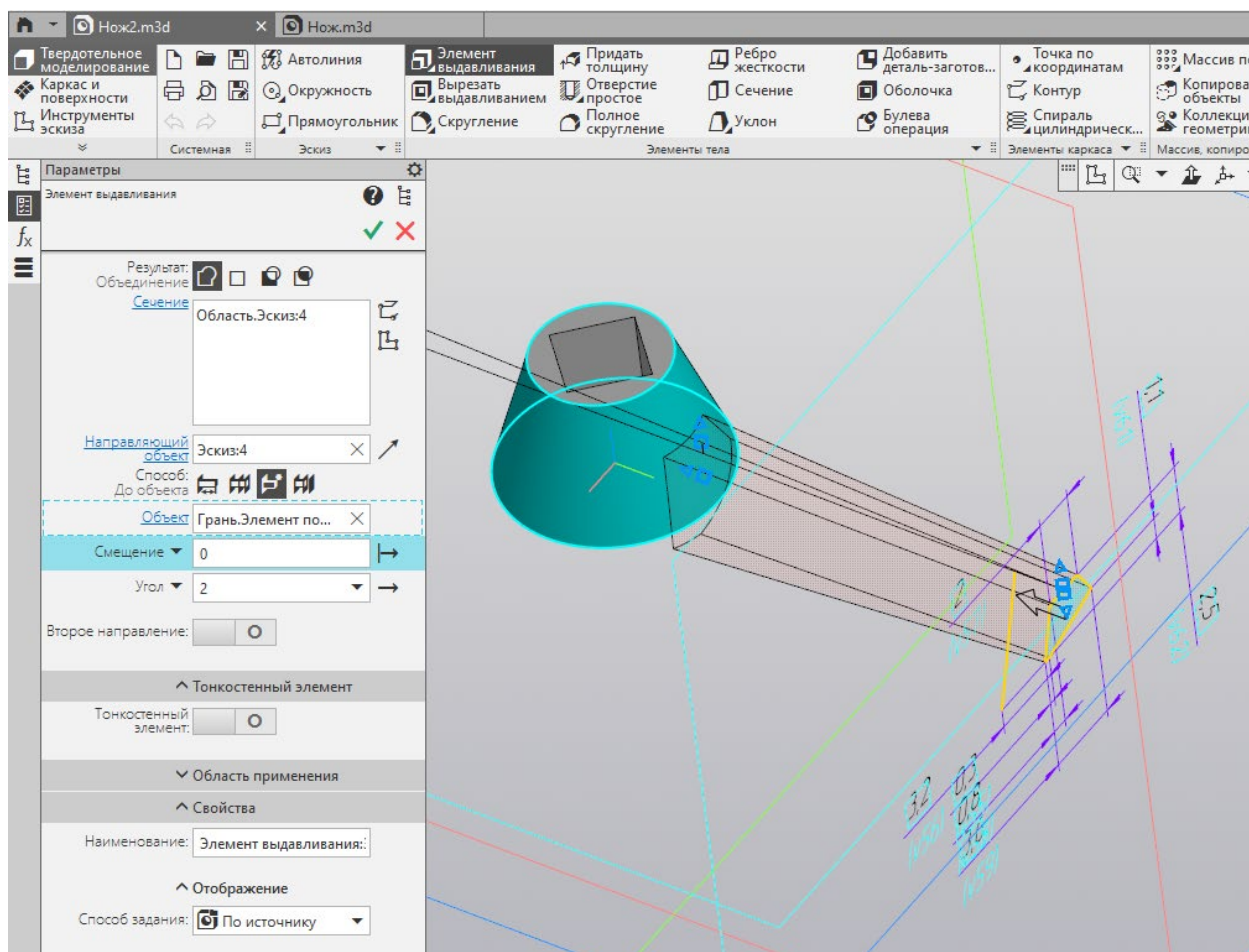

Рисунок 57 – Настройка параметров элемента выдавливания
9.10 Инструментом «Элемент выдавливания» выдавите профиль. В параметрах укажите сечение, которое необходимо выдавить, укажите угол 2 градуса (угол уклона), выберите способ «До объекта» и укажите мышкой на конус (рис. 57). Результат показан на рисунке 58.